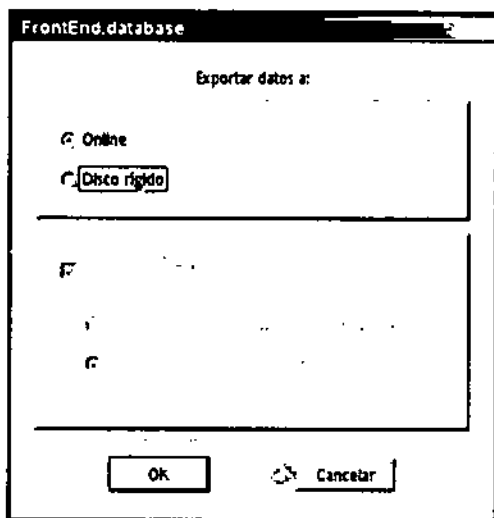

Figura 6-5: Opciones de exportación
- ↳ Aparece una ventana de configuración (Figura 6-5).